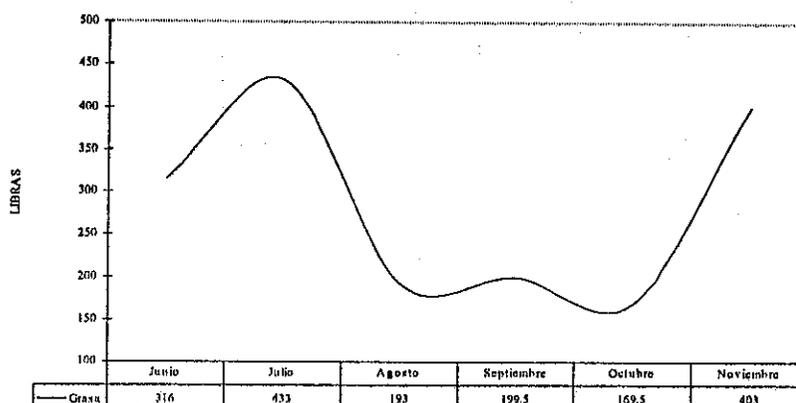

Figura 24
3. El consumo general de lubricantes (figura 24), se incrementó después de la implementación del programa de mantenimiento preventivo; el consumo mensual del aceite de motor antes de la implementación del programa fue de 3,667 lts (con un incremento del 24%); el consumo mensual del aceite hidráulico antes de la implementación del programa era de 9,135 lts y después de la implementación fue de 9,630 lts (el incremento fue del 5%). Esto demuestra que los servicios no se estaban realizando en una forma periódica y sistemática previamente establecida.